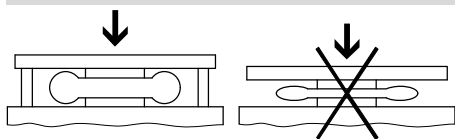

Fig. 3
- Убедитесь в том, что минимальная высота баллонного цилиндра не опускается ниже $h_{\min}$. Пример Fig. 3.